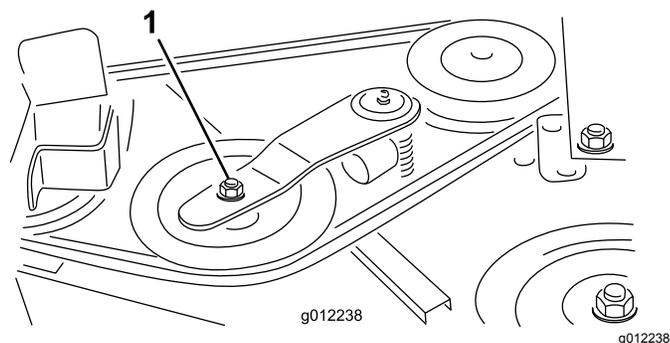
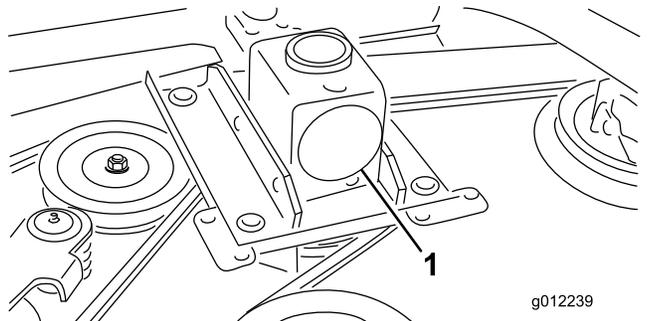

Figure 34
Figure 35
2. À l'aide d'une clé dynamométrique ou d'un outil similaire, éloignez la poulie de tension (Figure 34) de la courroie d'entraînement pour détendre cette dernière et pouvoir la déchausser de la poulie du boîtier d'engrenages (Figure 35).